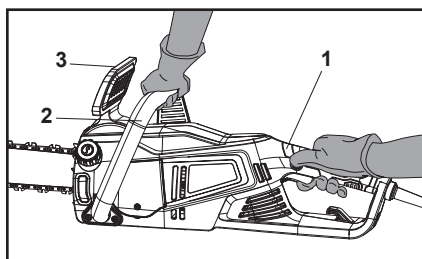

Fig. 16
1. Certifique-se de que o travão da corrente está desengatado. Desengate o travão da corrente puxando a proteção dianteira (alavanca do travão da corrente) (3) para trás, em direção à pega dianteira (2).
2. Coloque o produto em qualquer superfície plana adequada e certifique-se de que a corrente (8) não está a tocar na superfície ou noutros objetos.
3. Segure o produto com a mão esquerda na pega dianteira (2) e a mão direita na pega traseira (1) (Fig. 16).